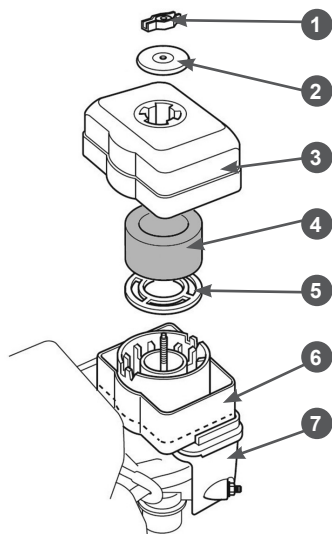
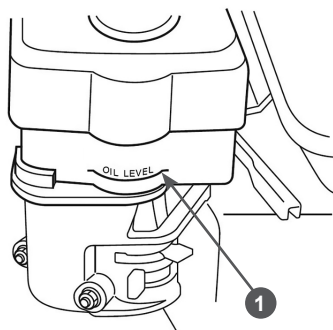

Рис. 11 Подготовка воздушного фильтра
Рис. 12 Уровень масла в масляной ванне воздушного фильтра
1. Открутите барашковую гайку 1, снимите шайбу 2 и крышку 3 воздушного фильтра (Рис. 11).
2. Извлеките из крышки 3 воздушного фильтра поролоновый фильтрующий элемент 4 (Рис. 11).
4. Залейте в масляную ванну 6 (Рис. 11) чистое моторное масло до отметки 1 «OIL LEVEL» на корпусе масляной ванны (Рис. 12).
2. Открутите барашковую гайку 1, снимите шайбу 2 и крышку 3 воздушного фильтра (Рис. 11).
3. Извлеките из крышки 3 воздушного фильтра поролоновый фильтрующий элемент 4 и проверьте его целостность и чистоту (Рис. 11). При обнаружении повреждений фильтрующий элемент необходимо заменить. При наличии загрязнений поролонового фильтрующего элемента необходимо провести его очистку. Подробнее в разделе ОБСЛУЖИВАНИЕ ВОЗДУШНОГО ФИЛЬТРА.
5. Проверьте уровень масла в масляной ванне, уровень масла должен быть по отметку «OIL LEVEL» на корпусе масляной ванны (Рис. 12). При необходимости, долейте в масляную ванну чистое моторное масло до требуемого уровня.